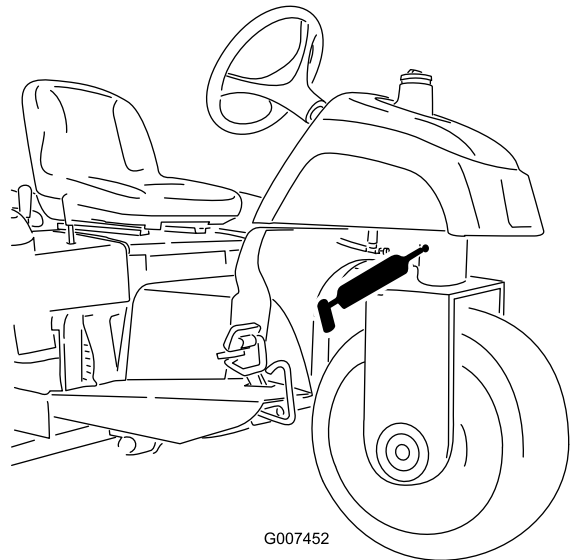

Figura 22
- 1 rulment de pivotare coloană de direcție (Figura 22).